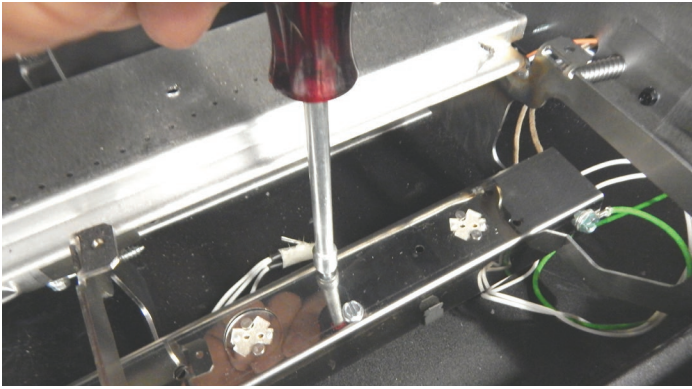

Figure 9
12. Aligner le support d'ampoule du centre sur les deux supports centraux de brûleur, puis placer les extrémités des supports d'ampoule gauche et droit sur le dessus des extrémités du support d'ampoule du centre. Il existe des fentes de 1/8 po X 1/8 po sur les bords inférieurs des supports d'ampoule qui reposeront sur les supports de brûleur. Lors de leur installation dans un foyer DVLL36BP, les supports d'ampoule gauche et droit chevauchent de 6 po (15 cm) le support d'ampoule du centre. Lors de leur installation dans un foyer DVLL48BP, les supports d'ampoule gauche et droit chevauchent d'un po (2,5 cm) le support d'ampoule du centre. Fixer les supports d'ampoule gauche et droit au support d'ampoule du centre à l'aide de quatre (4) vis n° 8 X 1/4 po, tel qu'illustré à la **Figure 9.**